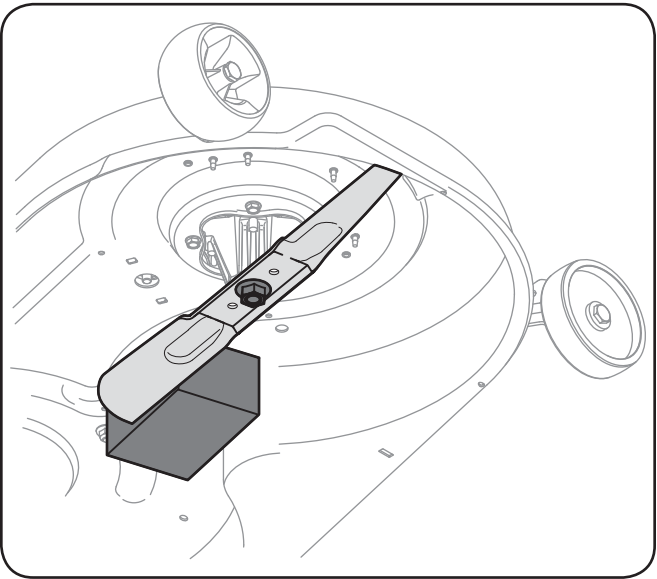

Figure 7-5
2. Placez une cale de bois entre le déflecteur au milieu du plateau et la lame pour faciliter le desserrage de l'écrou à six pans qui retient la lame. Voir la Figure 7-5.